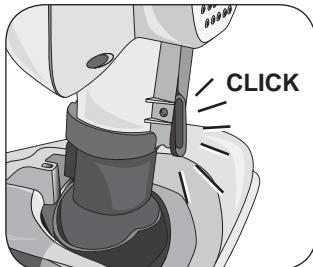
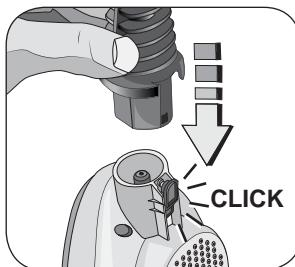

Fig. 17
Fig. 18
Pour utiliser l'accessoire destiné aux tissus, il faut retirer la tête à vapeur (A) et la tige télescopique (J). Appuyer sur l'attache de la tête à vapeur (Fig. 17). Retirer la tête à vapeur. Appuyer sur le bouton de déblocage du manche (H). Retirer la tige télescopique. Insérer l'accessoire pour tissus (9) sur l'attache du corps de l'appareil. Quand le montage est correct, un "clic" se produit (Fig. 18).